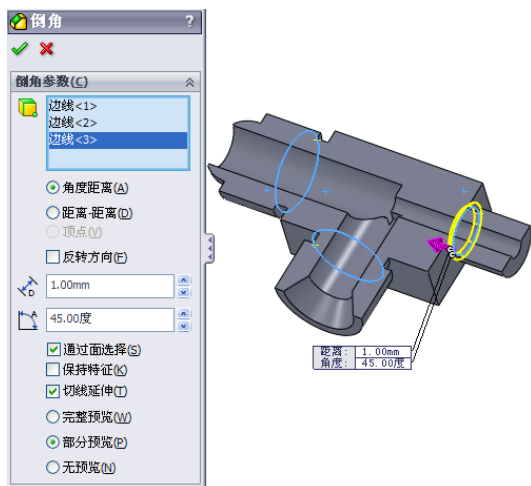

图 7-67 创建倒角特征 3
(2) 创建倒角特征。单击“特征”工具栏中的 (倒角) 按钮，或选择菜单栏中的“插入”→“特征”→“倒角”命令，弹出“倒角”属性管理器；在 (距离) 文本框中输入“1”，在 (角度) 文本框中输入“45”，其他选项保持系统默认设置，如图 7-67 所示。选择三通管中需要倒“C1”角的边线，单击 (确定) 按钮，生成倒角特征。